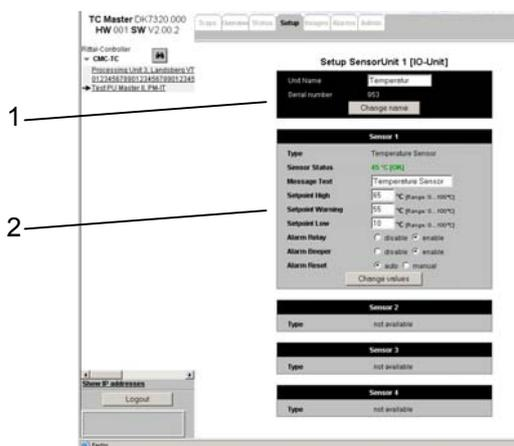

Abb. 37 Übersicht Einstellungen Sensoreinheiten
- Klicken Sie im linken Frame des Browserfensters, (Abb. 37 Punkt 1), auf den Link der Processing Unit (diese wird dann mit einem Pfeil markiert).